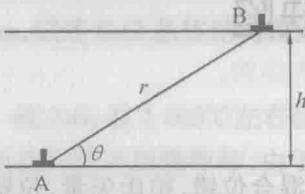

图 2-1
2.12 在相距  $h$  的两个滑移面上, 有柏氏矢量为  $b$  的两个位错线平行的正刃型位错 A 和 B, 如图 2-1 所示。若 A 位错的滑移受阻, 忽略派-纳力, B 位错需多大切应力才可滑移到 A 位错的正上方?